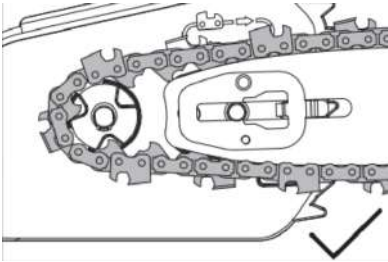
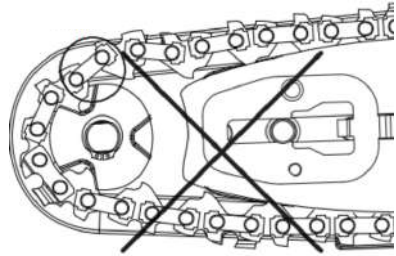

Abb.5
Abb. 6
4. Vergewissern Sie sich, dass alle Teile richtig sitzen und halten Sie die Kette und das Schwert in einer ebenen Position. Vergewissern Sie sich, dass die Antriebsglieder vollständig im Antriebsrad sitzen (Abb. 5) und nicht geknickt sind, wie in (Abb. 6) gezeigt. Wenn ein Knick auftritt, greifen Sie die Kette am Schwert kurz vor dem Knick und ziehen Sie den Knick dann heraus.